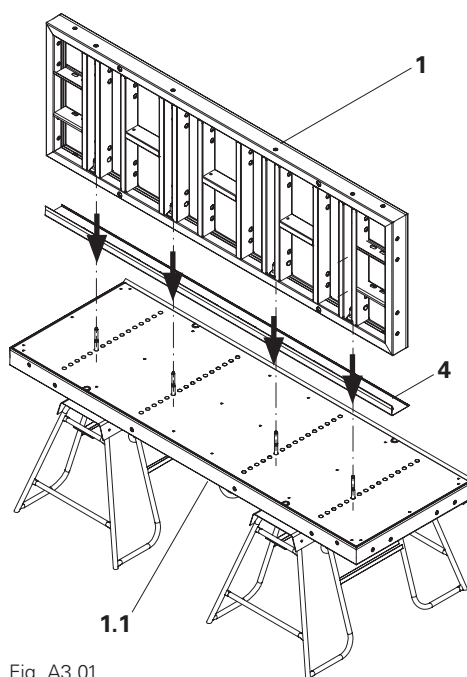

Fig. A3.01
1. Inserire il profilo con smusso (4) sul lato frontale.
2. Montare il secondo pilastro TRS90 / TRS 120 (1) sul primo pilastro TRS90 / TRS120 (1.1). (Fig. A3.01)
2. Montare il secondo pilastro TRS90 / TRS120 (1) sul primo pilastro TRS90 / TRS120 (1.1). (Fig. A3.01)